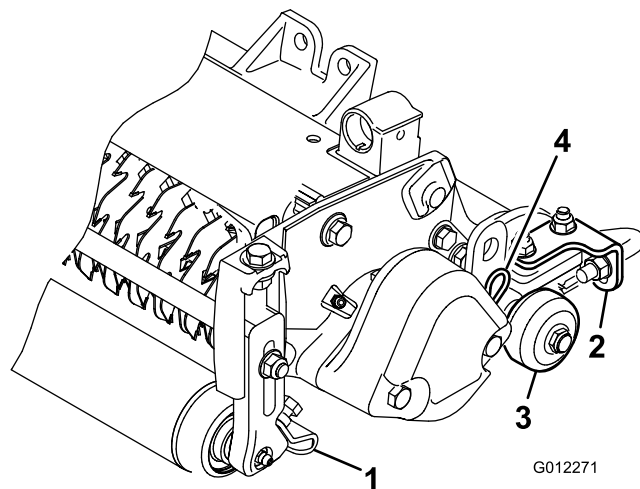

Figura 6
- Allentate i dadi flangiati che assicurano i raschiarulli (Figura 6).
Prima di abbassare i verticutter fino al pavimento o prima di rimuoverli dalla macchina, abbassate le ruote di trasferimento (Figura 6) per proteggere le lame dal contatto con la superficie dura.